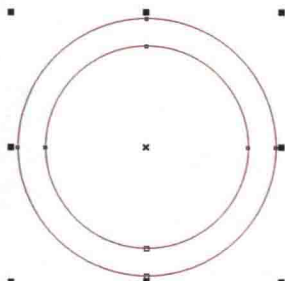

图1-31
STEP 03 选择两个正圆，执行【排列】/【结合】命令，制作成圆环，如图1-31所示。